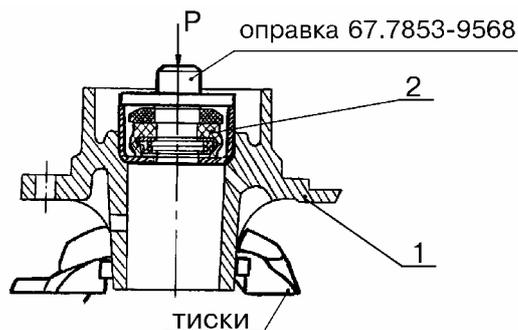

Рис.14.
- установить корпус 1, рис.14, водяного насоса в тиски и запрессовать сальник 2 (тиски, оправка 67.7853-9568, молоток).